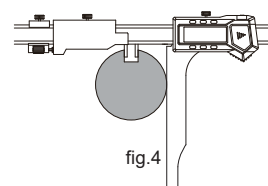

fig.4
- Déplacez la mâchoire du pied à coulisse pour qu'elle soit en contact avec la pièce à mesurer (fig. 4), puis notez la valeur " a " affichée à ce moment-là.